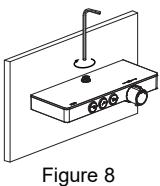

Figure 8
- g) Remettez le couvercle en verre et connectez le connecteur du rail de levage au panneau de douche thermostatique (Figure 8).